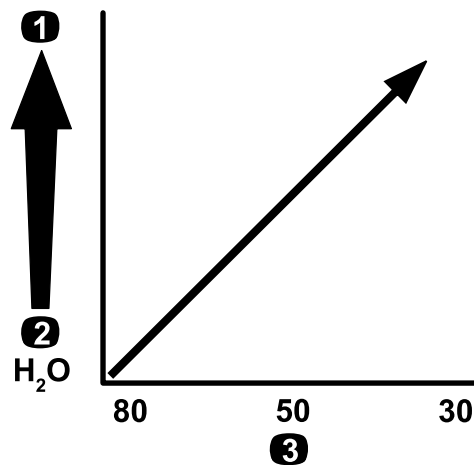

図 12
**重要** 粘度の高いドロドロした薬剤や、ウェットブル水和剤を散布する場合には、オプションの目の粗いスクリーンが必要になる場合があります 図 12を参照。